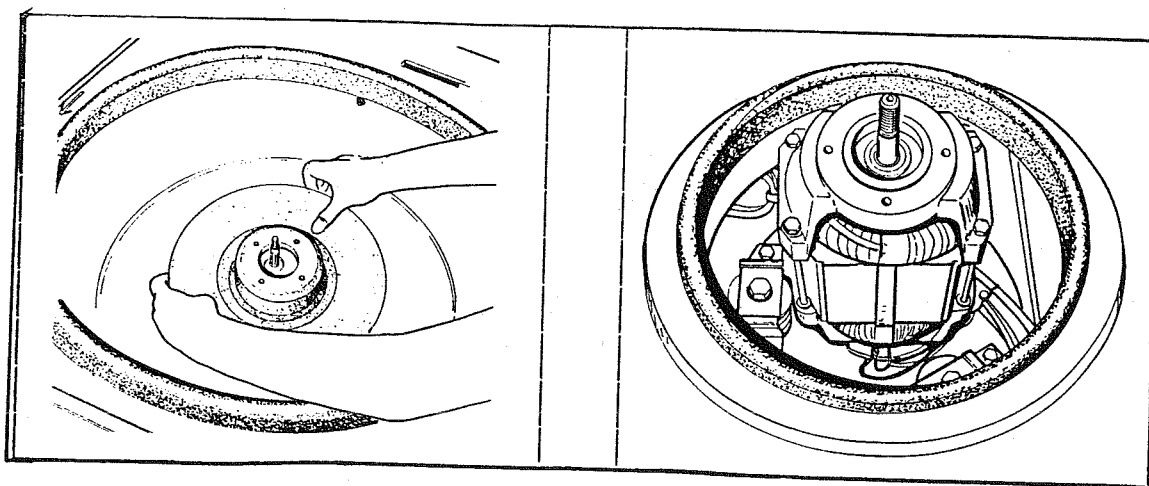

Fig. 12 Togliere l'inserto
5. Togliere l'inserto in gomma (Fig. 12)